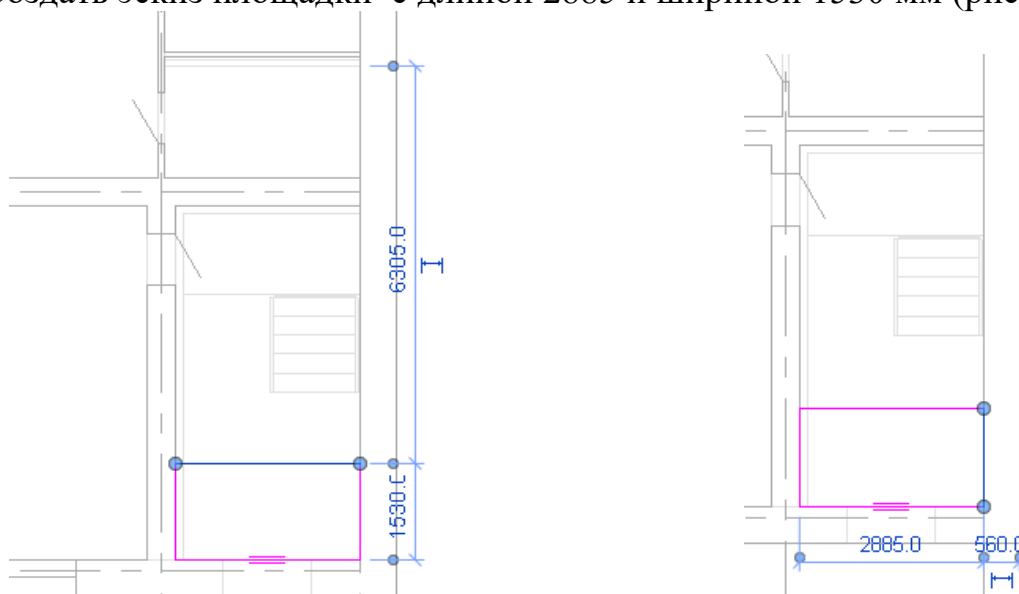

Рис. 96
6. Создать эскиз площадки с длиной 2885 и шириной 1530 мм (рис. 96).